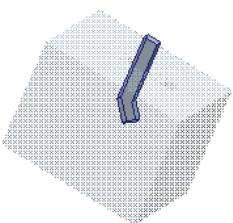
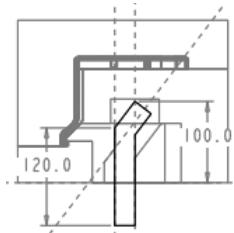

图 26.30 实体拉伸特征
图 26.31 截面草图
Step1. 在模型树中选择 **BODY_BASE.ASM** 右击，在系统弹出的快捷菜单中选择 命令。激活装配文件，单击 **模具** 功能选项卡 **元件** ▼ 区域中的“模具元件”按钮 ，在系统弹出的菜单中的单击 **创建模具元件** 选项。在系统弹出的“确认”信息对话框中单击 **是 (Y)** 按钮。
(1) 在系统弹出的“创建元件”对话框中，在 **类型** 区域选中 **零件** 单选项，在 **子类型** 区域选中 **实体** 单选项，在 **名称** 文本框中输入元件的名称 BEND_POLE；单击 **确定** 按钮。
(2) 在系统弹出的“创建选项”对话框中选中 创建特征 单选项，然后单击 **确定** 按钮。系统弹出“模具特征”菜单。
Step3. 创建图 26.30 所示的实体拉伸特征。
(1) 单击 **模具** 功能选项卡 **形状** ▾ 区域中的 按钮，此时系统弹出“拉伸”操控板。
(2) 定义草绘截面放置属性。在绘图区中右击，选择快捷菜单中的 **定义内部草绘...** 命令。系统弹出“草绘”对话框，然后选择 MOLD_FRONT 基准平面作为草绘平面，草绘平面的参考平面为 MOLD_RIGHT 基准平面，方位为 **右**，单击 **草绘** 按钮，进入草绘环境。
(3) 进入截面草绘环境后，绘制图 26.31 所示的截面草图；完成截面草图的绘制后，单击“草绘”操控板中的“确定”按钮 。
(4) 选取深度类型并输入深度值。在操控板中选取深度类型 ，再在深度文本框中输入深度值 14.5，按 Enter 键。
(5) 在“拉伸”操控板中单击 按钮，完成特征的创建。